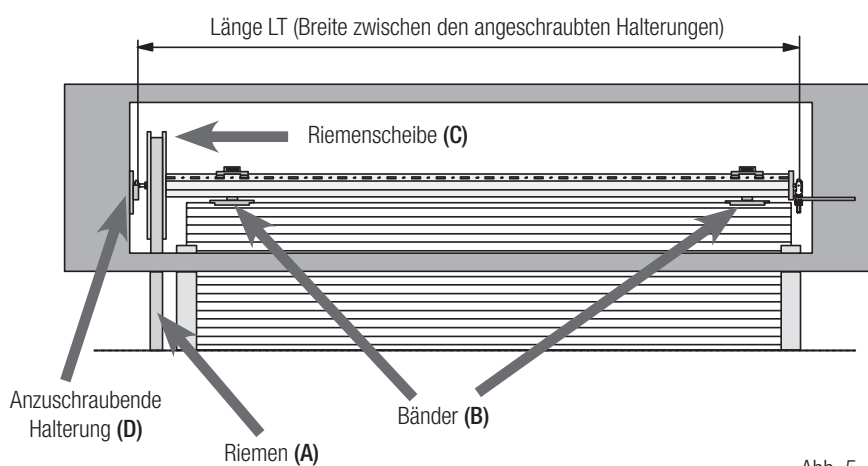

Abb. 5
2. Den Riemen (Abb. 5, Bez. A) aus der Riemenscheibe (Abb. 5, Bez. C) herausnehmen und die Bänder (Abb. 5, Bez. B) aus der bestehenden Welle lösen.